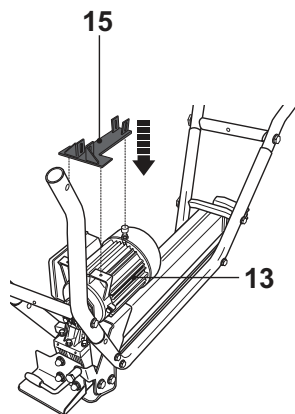

Fig. 2e
- Placez le chariot [15] sur le moteur [13] (Fig. 2e).